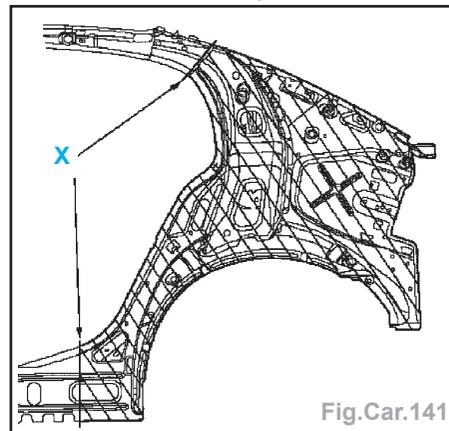

Fig.Car.141
- Enlever approximativement le panneau latéral (X). Tenir compte de la grandeur de la pièce neuve (Fig.Car.141).